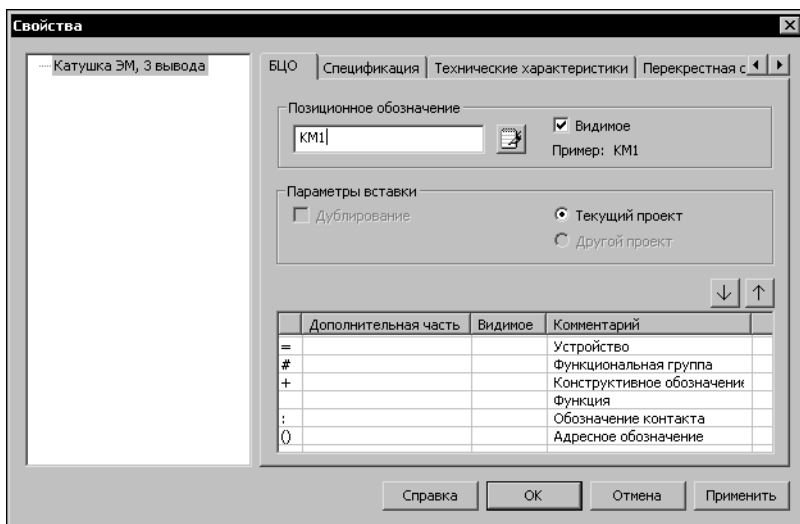

Рис. 18.2. Диалог свойств УГО
2. Выберите из Библиотеки нужное УГО и зафиксируйте его на чертеже схемы. После этого на экране откроется диалог, в котором можно определить свойства УГО (рис. 18.2).
1. После ввода БЦО в диалоге свойств УГО (рис. 18.2, табл. 18.2) активизируйте вкладку **Спецификация**.